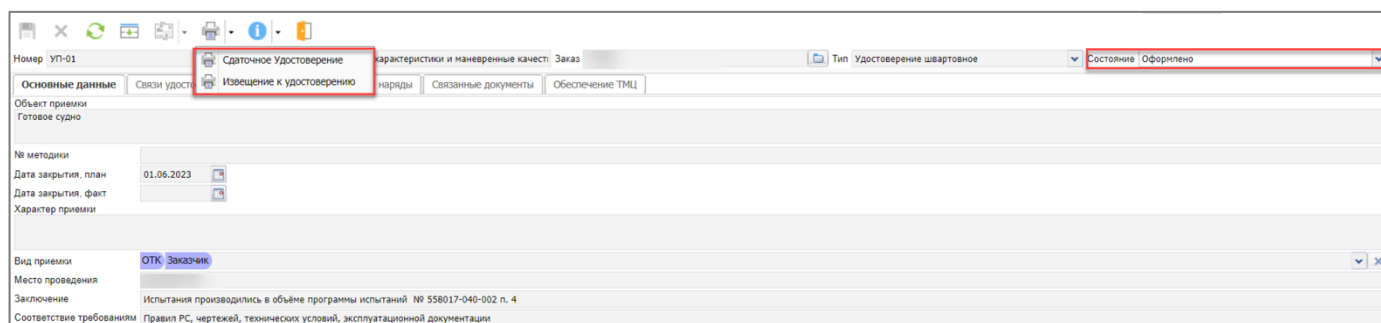

Рисунок 24 - Печать СУ.
3. Затем необходимо перевести статус документа в состояние «Оформлено» и распечатать сдаточное удостоверение для передачи на контроль заказчику. (Рисунок 24)